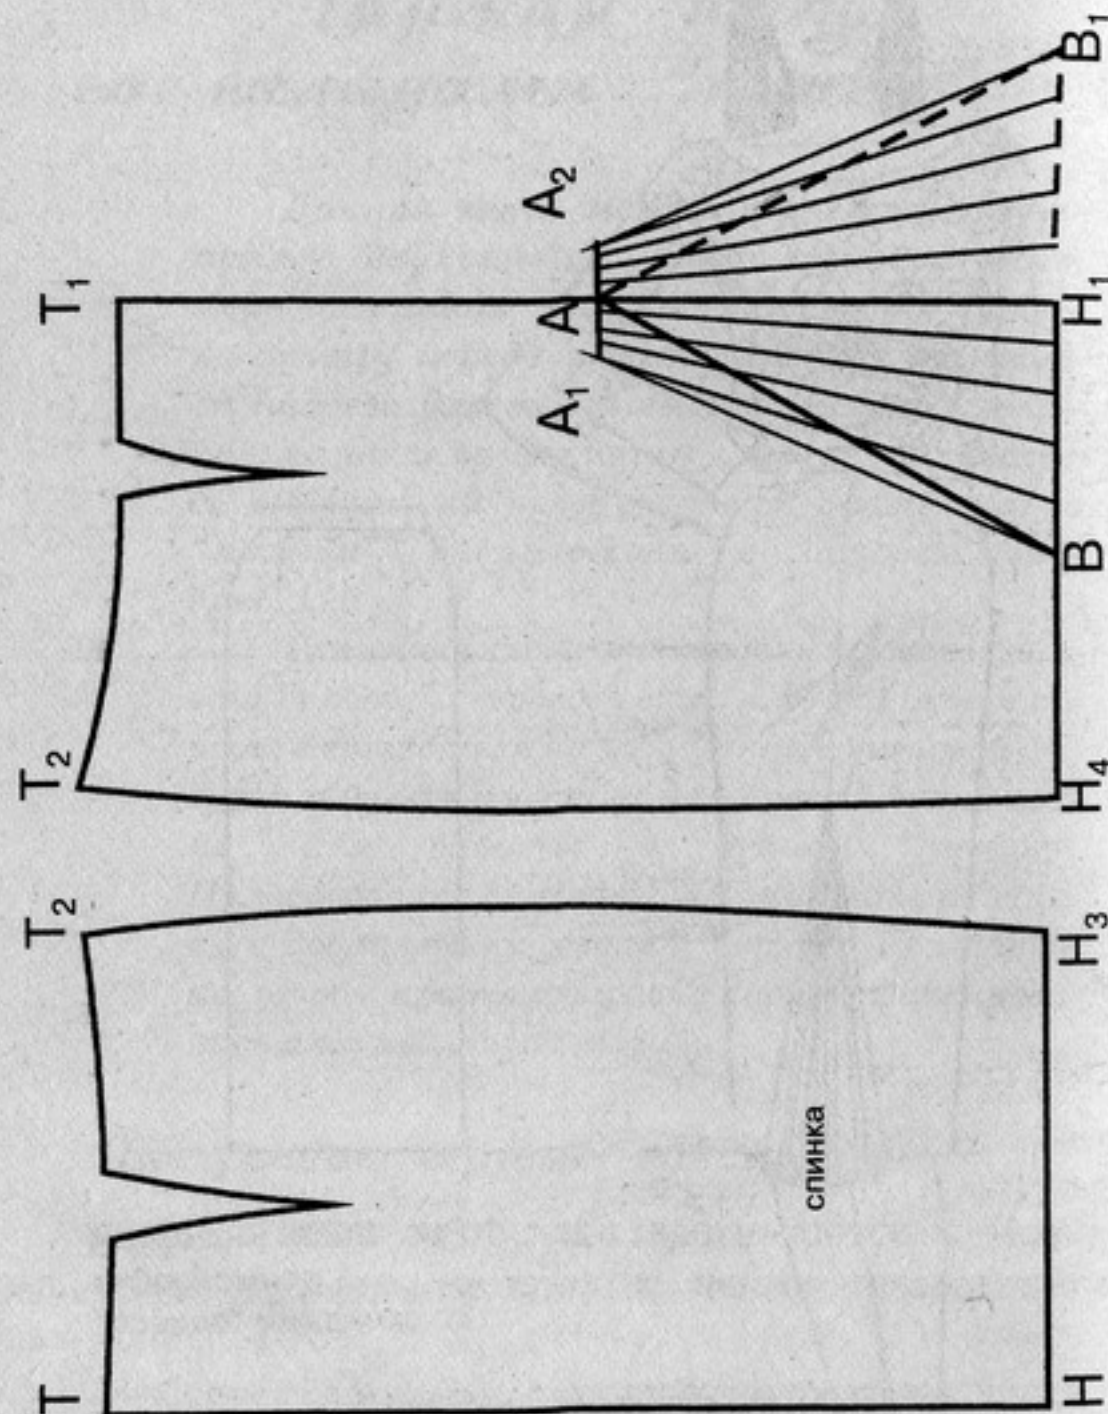

Рис. 114. Чертеж выкройки прямой юбки со складками "плиссе"
3. Соединяем эти точки и получаем отрезок АВ (по линии АН₁ шва нет, там находится сгиб ткани) (рис. 114).